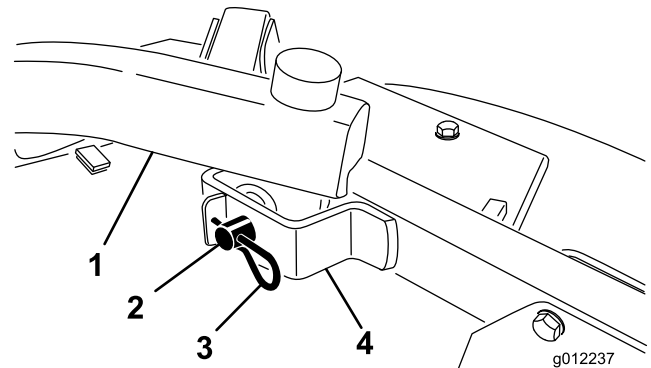

Figure 26
4. Retirez les goupilles fendues et les axes de chape qui fixent les bras de relevage aux supports des bras pivotants (Figure 26).